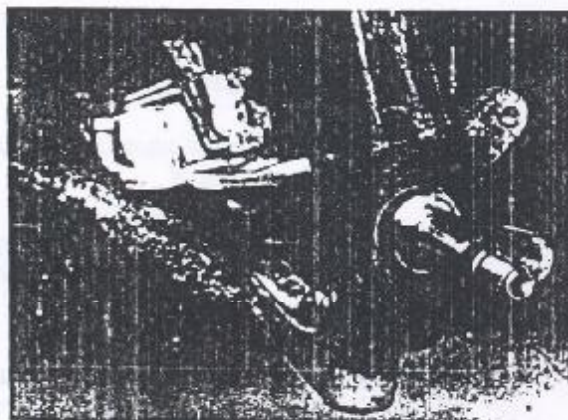

Figura 4.01.3 - Cubo removido
10. Remover o conjunto formado pelo cubo, cone do rolamento interno e vedador, da ponta de eixo (Figura 4.01.3).